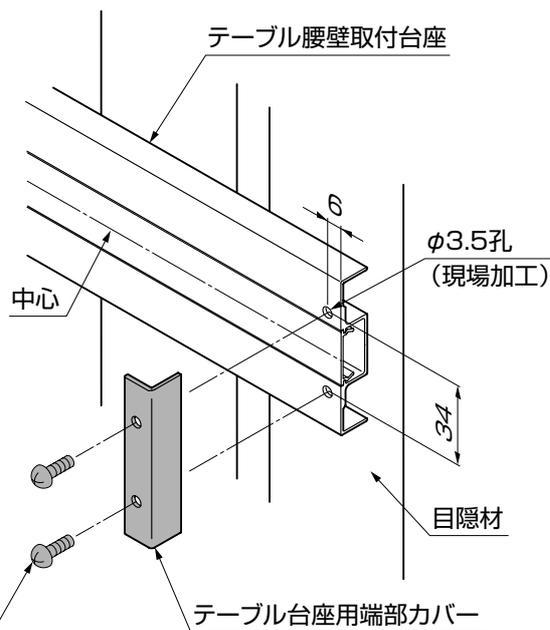

図2-5
② テーブル腰壁取付台座にφ3.5の下孔をあけ、テーブル台座用端部カバーを【42-1】で取付けてください。(図2-5参照)